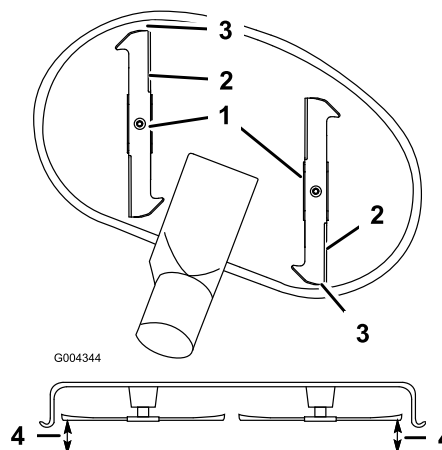

Figura 54
9. Ponga la altura de corte en **D** (76 mm) y gire con cuidado las cuchillas hasta que estén alineadas hacia adelante y hacia atrás (Figura 54).
10. Mida entre la punta de la cuchilla delantera y la superficie plana y entre la punta de la cuchilla trasera y la superficie plana (Figura 54). Si la punta de la cuchilla delantera no está entre 1,6 y 7,9 mm más baja que la punta de la cuchilla trasera, ajuste las contratueras delanteras.